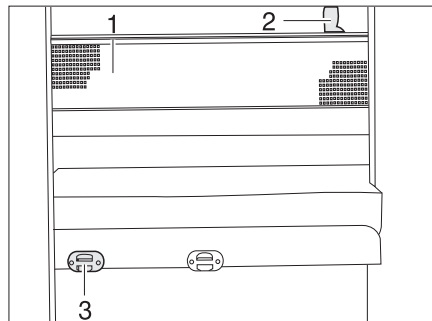

Bild 172 Sicherungsnetz
- Die Aufstiegsleiter mit den Holmen in die Halterung (Bild 172,3) an der Blende einhängen.
Das Sicherungsnetz (Bild 172,1) ist serienmäßig zwischen Matratze und Lattenrost verstaut. Das Sicherungsnetz erst aufspannen, wenn sich die Person bereits im Bett befindet.
- Die Haltebänder (Bild 172,2) in die Halterungen an der Decke einrasten.